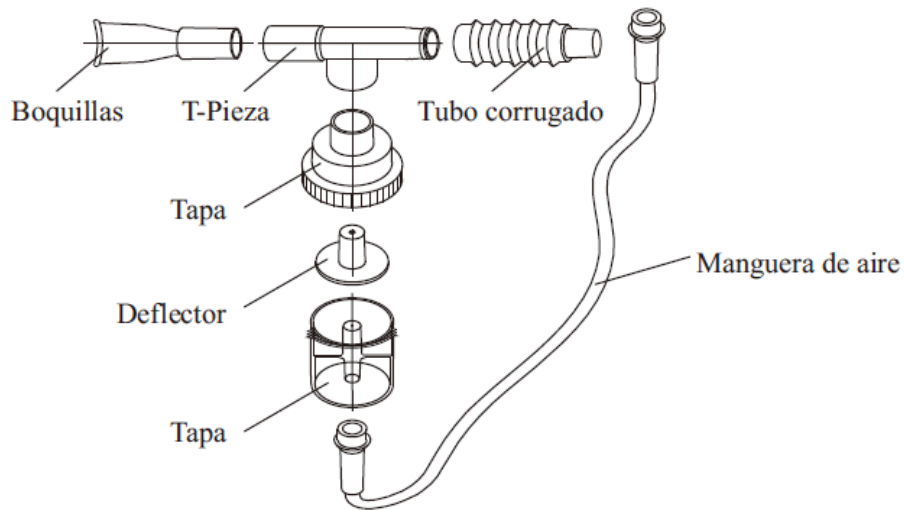

Figura 8: Componentes de nebulizador
► Los accesorios deben secarse después de la limpieza. (La instalación del nebulizador se muestra en la figura 8).
1. Después de la nebulización, desconecte el nebulizador del concentrador. Apague el concentrador, desconecte la manguera del aire, desmonte la gorra y desmonte el nebulizador tal y como se muestra la Figura 8.